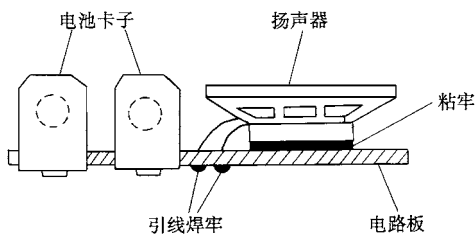

图 3-13
(13) 选用直径 25mm 的微型扬声器，用玻璃胶将其直接粘牢在电路板非铜箔面的相应位置上，其引线（不分正、负）从相应的孔中穿至铜箔面焊牢(见图 3-13)。